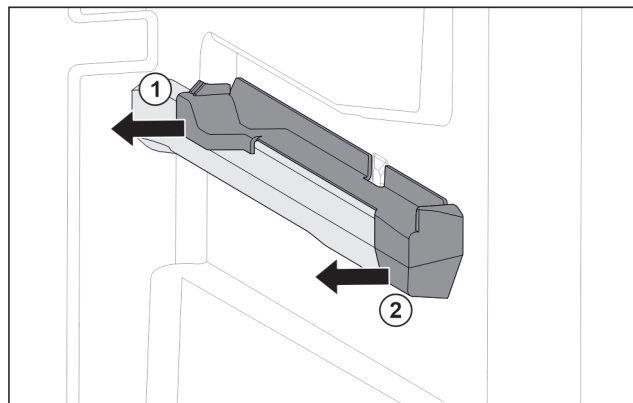

Fig. 118 Elemento inseribile sulla nervatura destra del contenitore
- Estrarre l'elemento inseribile dal lato posteriore di lato. Fig. 118 (1)
- Estrarre l'elemento inseribile dal lato anteriore di lato. Fig. 118 (2)